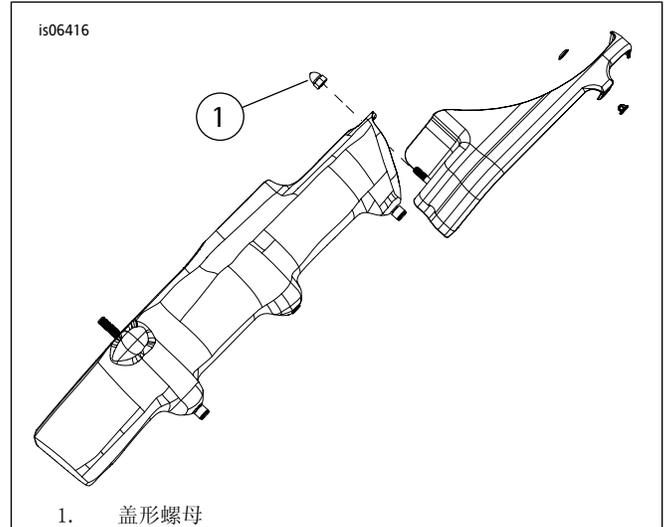

图2。将前后内侧主链箱盖固定到一起
4. 参见图2。将前内侧盖定位于后内侧盖之上，确保前盖的孔与后盖的螺柱相结合。使用盖形螺母将两个盖固定到一起，用手拧紧。